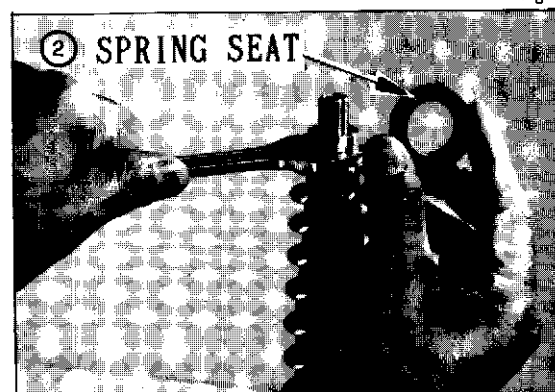

Fig. 2
- 4) Oter la portée ressort (Fig. 2).